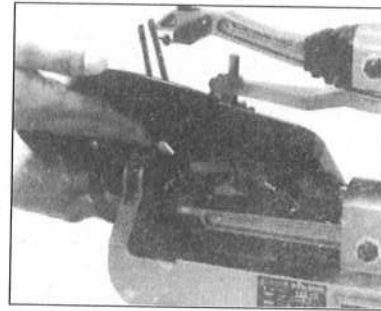

図2
- テーブルの後部穴をフレームのピン(後)に差し込み、次に前部を差し込んでください。(図2参照)